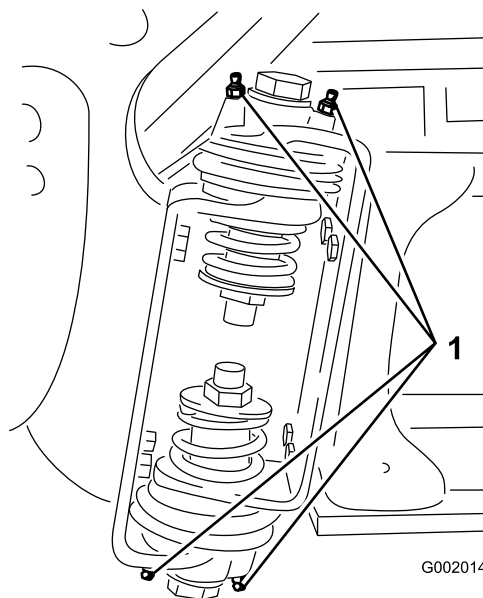

Рисунок 103
2. Закачайте консистентную смазку в подшипник или втулку через каждую масленку Рисунок 103.